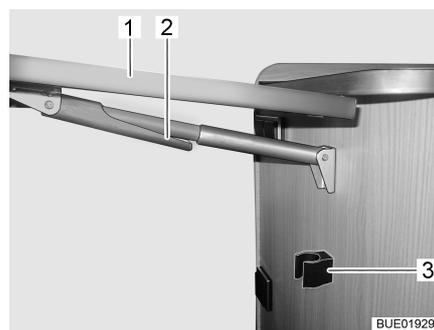

Fig. 31 Plegar la mesa de bar plegable
- Agarrar el extremo de la mesa de bar plegable (Fig. 31,1) y levantar la misma un poco. Con la otra mano girar la fijación (Fig. 31,2) en el soporte telescópico hacia abajo.
- Girar el tablero de la mesa hacia abajo hasta que engatille la fijación del soporte telescópico en el soporte (Fig. 31,3).